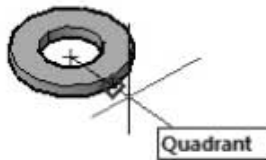

Рис. 12.18. Выбор второй точки на шайбе
13. Укажите вторую точку с привязкой Квадрант (Quadrant) — квадрант окружности нижнего основания шайбы (рис. 12.18).